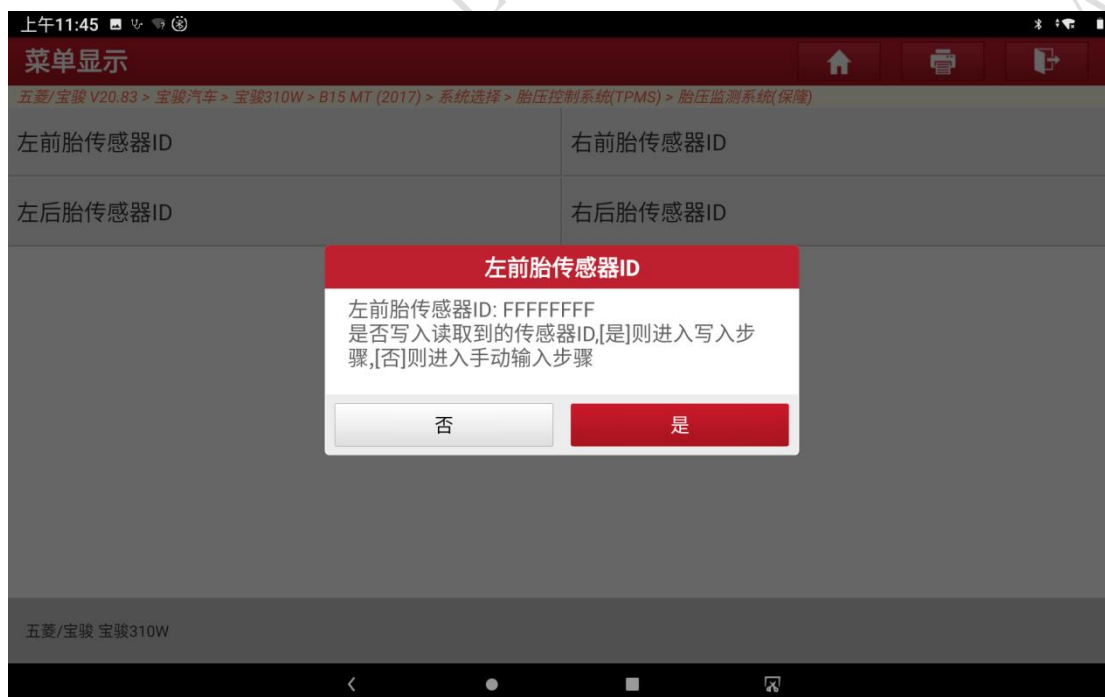

图 9
9. 查看读取到的 ID，此 ID 为 TPMS 电控系统中的初始值，选择“否”，进入手动输入步骤，如图 9: